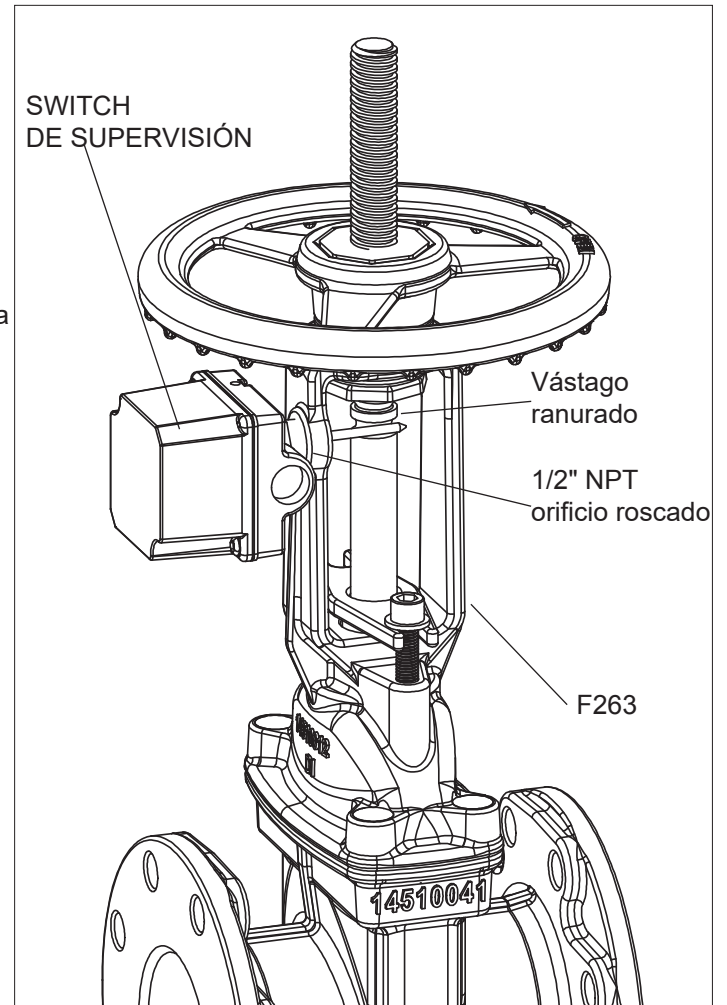

Fig. 8A
INSTALACIÓN DEL SWITCH DE SUPERVISIÓN (Fig.8A)
1. Las válvulas AVK Serie 145 OS&Y tienen un orificio roscado NPT de 1/2 "pre-roscado en el yugo / bonete (F263), para montar un interruptor de supervisión (consulte la Fig. 8A).